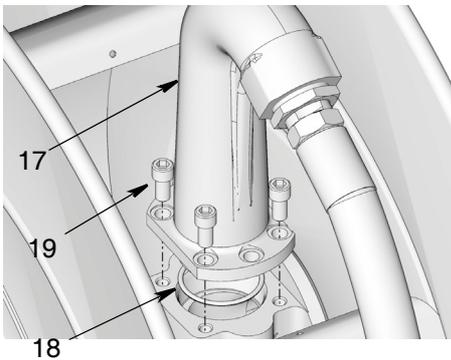

ABB. 24
1. Richtung des Auslasses (17) umdrehen.
- a. Schrauben (19) und Auslass (17) von Trommel entfernen (ABB. 24).